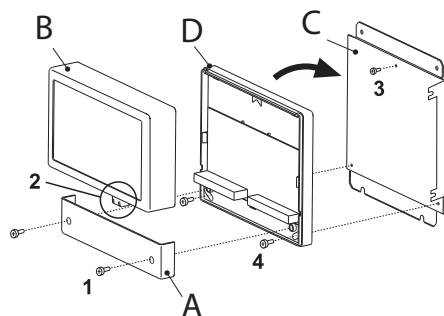

fig. 64 -
1. Svitare le 2 viti (part.1 "fig. 64 -") e togliere il coperchio (part.A "fig. 64 -")
2. Sollevare il gancetto (part.2 "fig. 64 -") e togliere il coperchio (part.B "fig. 64 -")
3. Fissare la vite centrale superiore (part.3 "fig. 64 -") sulla staffa di supporto (part.C "fig. 64 -")
4. Agganciare la centralina (part.D "fig. 64 -") sulla vite (part.3 "fig. 64 -")